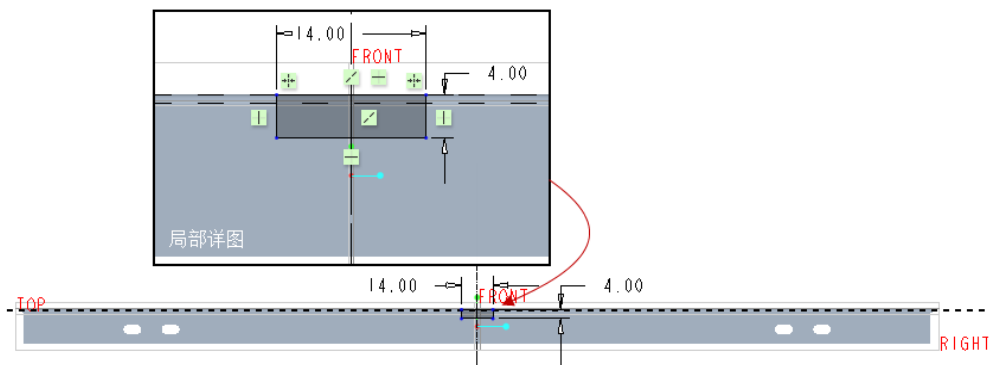

图 6-18 绘制剖面
(3) 指定绘图参考，绘制图 6-18 所示的剖面，单击 (确定) 按钮。